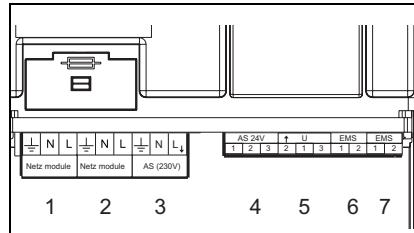
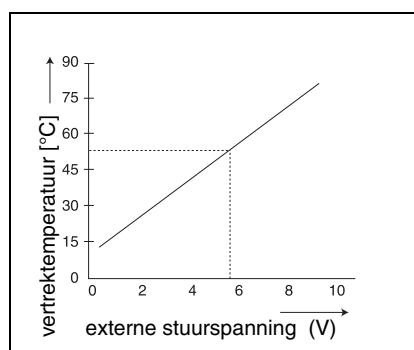

Fig. 2 Aansluitingen
Fig. 3 0 - 10V diagram
- Sluit de EMS-aansluiting (fig. 2, pos. 6) van de EM10 met een 2-adige kabel aan op de RC (of)-aansluiting van de cv-ketel (eventueel parallel aan de thermostaat).
- De AS 24V aansluiting (fig. 2, pos. 4), dit is een potentiaalvrij schakelcontact voor laagspanningsignalen tot 24 V. Dit storingssignaal kan bijvoorbeeld door een gebouwbeheersysteem worden uitgelezen.
- De AS 230V aansluiting (fig. 2, pos. 3), hiermee kan bijvoorbeeld een claxon of alarmlamp worden aangestuurd. Bij storing staat op deze aansluiting 230 VAC spanning.
Door middel van een 0-10 VDC signaal (fig. 2, pos. 5) kan de vertrektemperatuur of het vermogen worden aangestuurd (fig. 3).
Zie fig. 2, pos. 5 en aansluitschema op pag. 47.